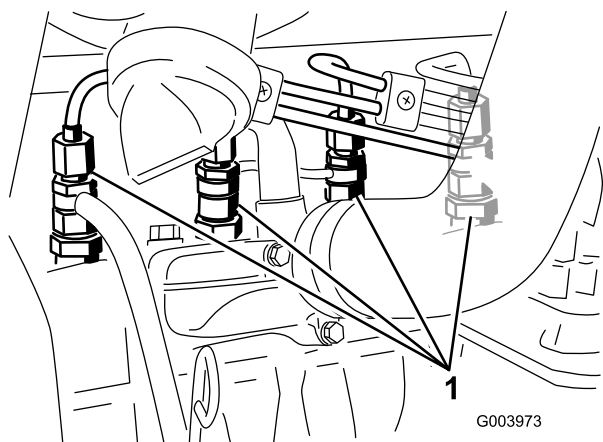

図 58
1. No.1ノズルホルダーアセンブリへのパイプ接続部をゆるめる 図 58。